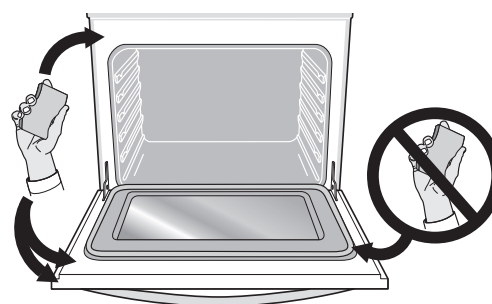

Figure 35 : Zones à nettoyer et les zones à éviter (joint)
- Ne pas vaporiser de nettoyant pour les fours ou de revêtement protecteur dans ou autour de n'importe quelle partie de l'intérieur du four. Nettoyer toute la saleté du cadre du four, la garniture de porte à l'extérieur du joint de porte et de la petite zone au centre avant de la sole du four (Figure 35). Ces zones reçoivent suffisamment de chaleur pour brûler les saletés. Nettoyer à l'eau savonneuse avant de lancer l'autonettoyage.